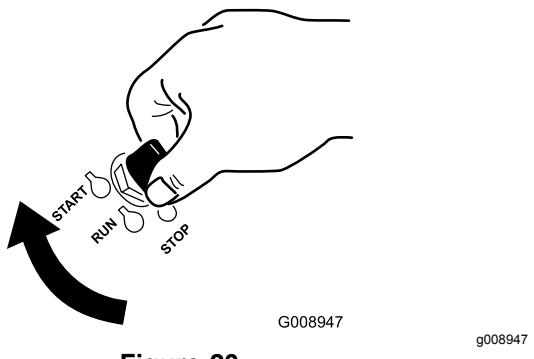

Figure 23
6. Tournez la clé de contact à la position de DÉMARRAGE (Figure 23).